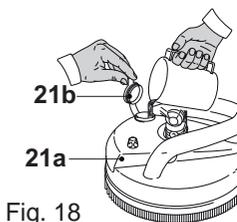

Fig. 18
2. Ôtez le bouchon (21b) du réservoir de détergent (21a). Remplissez le réservoir de détergent, puis remettez le bouchon en place (Fig. 18).